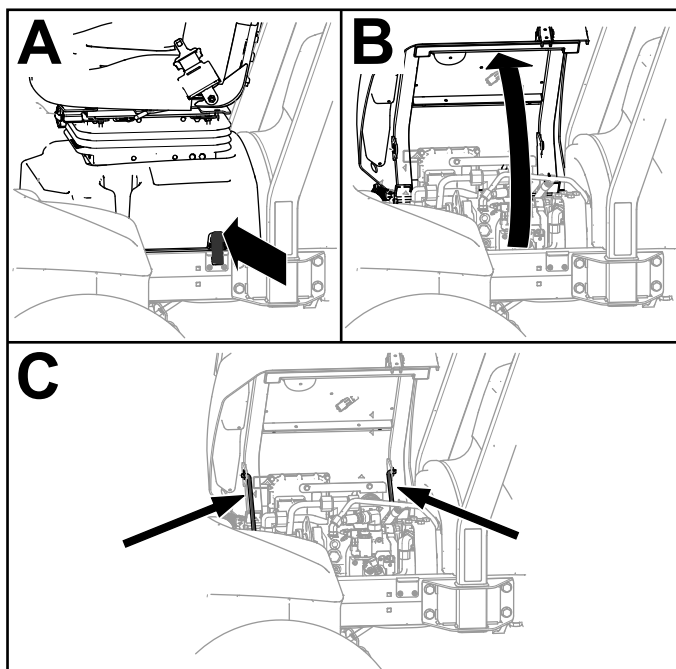

Figure 93
2. Déverrouillez la base du siège, basculez-la et soutenez-la avec les béquilles (Figure 93).